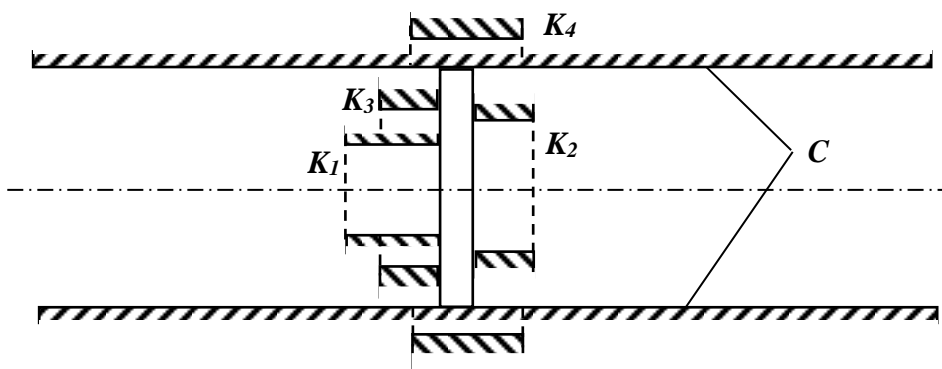

Рис.3
Схема установки, состоящей из соленоида (C) и четырех катушек (K_1, K_2, K_3, K_4), представлена на рис.3.